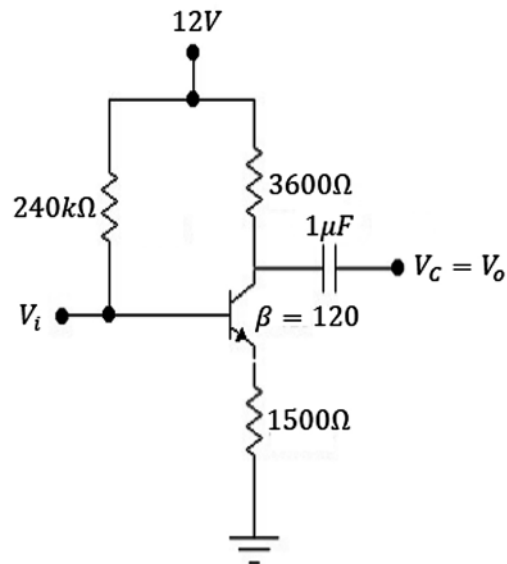

Figura 4.56 Ejercicio de aplicación. Fuente: Elaboración propia
1) En el circuito de la figura 4.56: